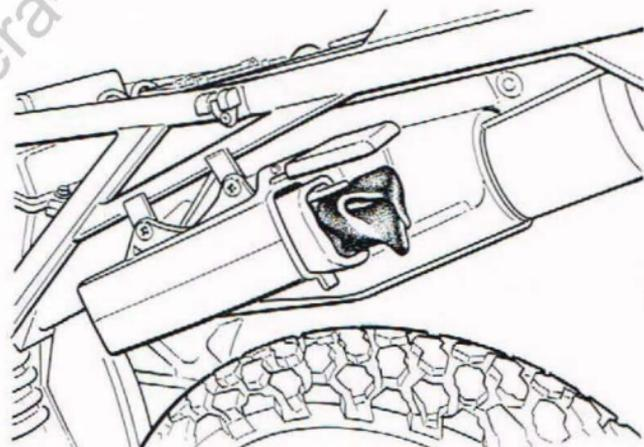

Fig. 13
- **portaattrezzi** (Fig. 13), posizionato sotto il fianchetto laterale sinistro, contiene la dotazione attrezzi ed offre spazio per eventuali piccoli oggetti;